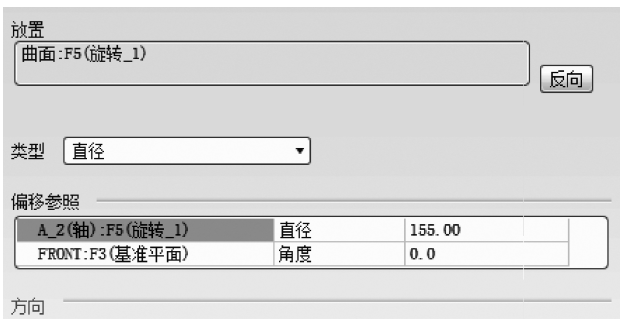
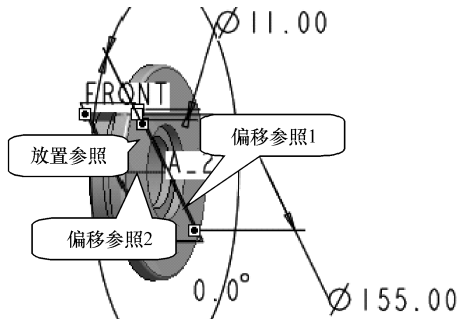

图 7-123 【参照】下滑面板
图 7-124 选取孔参照
(8) 在操控板中单击【参照】按钮，弹出【参照】下滑面板，在【类型】列表中选择【直径】选项，单击【偏移参照】收集器，使其处于淡绿色激活状态。
(9) 在图形区选择“FRONT”基准面作为偏移参照 1，在【偏移参照】收集器列表中的【偏移尺寸】组合框中修改尺寸值为“0”。
(10) 按住〈Ctrl〉键选择“A_2”轴作为偏移参照 2，以同样方法将尺寸值修改为“155”，此时【参照】下滑面板如图 7-123 所示，图形区参照选取过程如图 7-124 所示。